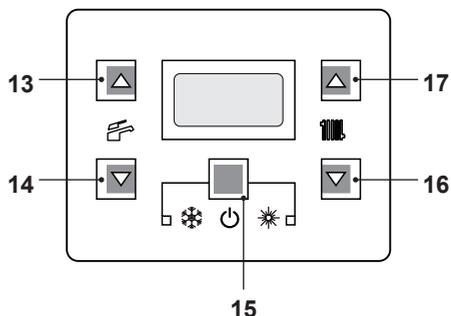
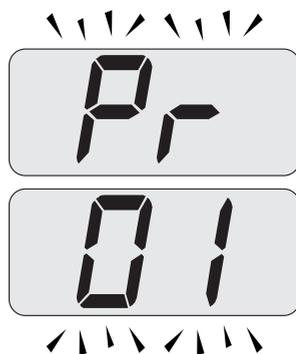
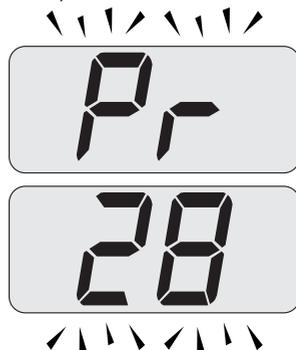

Figura 9.1
Figura 9.2
Figura 9.3
- Entrare in "modalità programmazione" premendo contemporaneamente per 10 secondi i tasti 15 - 16 - 17 (Figura 9.1) fino a far apparire sul display LCD le lettere **Pr** che si alternano con il codice **01**, indicanti l'entrata nel "parametro 01" (Figura 9.2).
- Scorrere i vari parametri utilizzando i tasti 16 o 17 fino a far apparire sul display LCD le lettere **Pr** che si alternano con il codice **28**, indicanti l'entrata nel "parametro 28" (Figura 9.3).
e 17 (Figura 9.1) fino a far apparire sul display LCD il valore del parametro 28 (es. **12** valore di default) (Figura 9.4).
- Premendo il tasto 15 (Figura 9.1) si ottiene la conferma del valore inserito.
- Premendo contemporaneamente i tasti 15 e 16 (Figura 9.1) si esce senza modificare il valore (ritorno alla lista parametri Figura 9.3).
- Premendo contemporaneamente per 10 secondi i tasti 15 - 16 - 17 (Figura 9.1) si esce dalla "modalità programmazione".